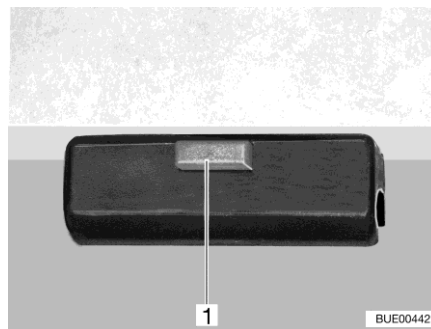

Bild 123 Verriegelung
- Verriegelung (Bild 123,1) an der Tischplatte lösen.